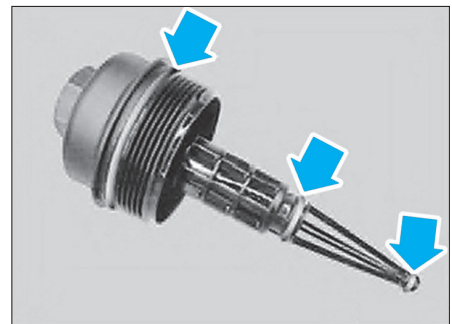

Fig. 37
- Remplacer et huiler les bagues d'étanchéité (Fig.37).